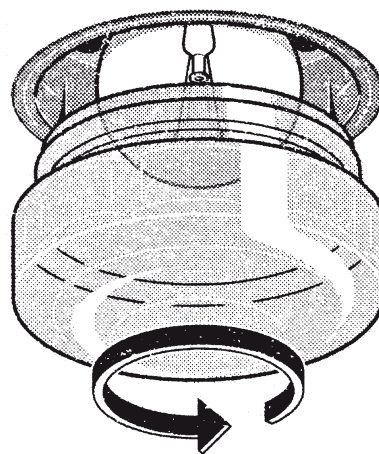

Рис. 5
- Открутите плафон лампочки (Рис. 5), замените лампочку (см. тип лампочки в примечании) и снова закрутите плафон.